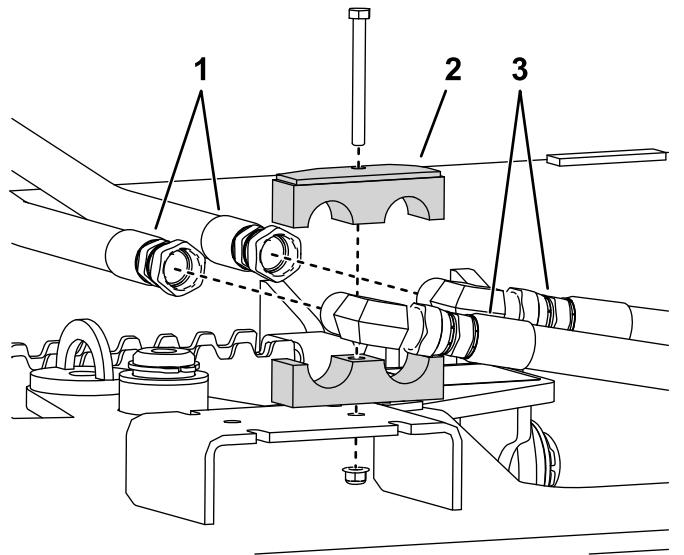

Рисунок 1
2. Удалите болт и гайку, которые крепят шланговый хомут к креплению шланга (Рисунок 1).
3. Отсоедините шланги гидромотора механизированных грабель от шлангов навесного оборудования на угловом штуцере (Рисунок 1).